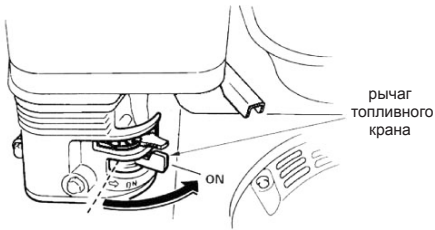

Рис.30
1. Откройте топливный кран, переместив рычаг топливного крана в рабочее положение (ON) Рис.30.